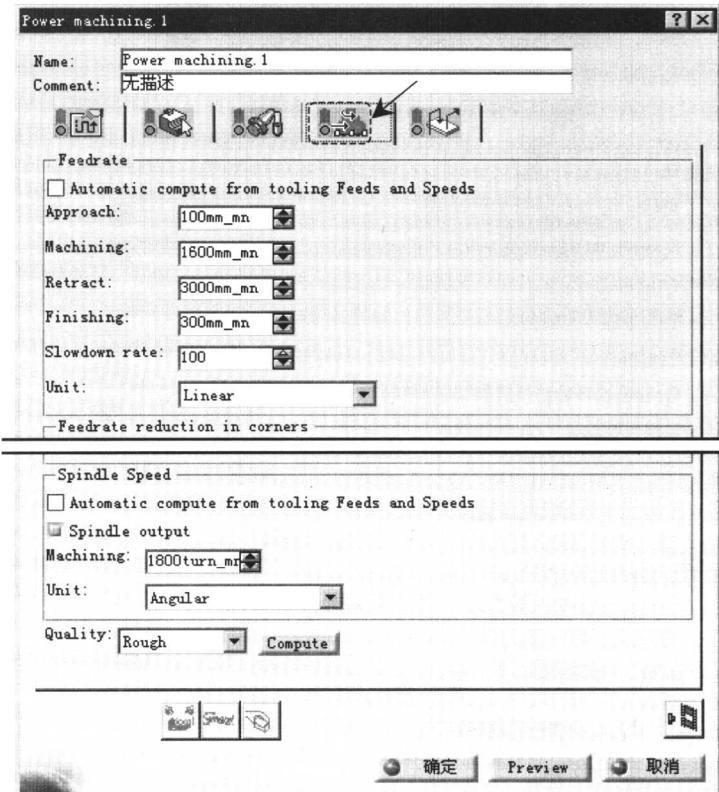

图 1.21 “进给率”选项卡
② 其他选项卡中的参数均采用默认的设置。
(1) 进入“进给率”选项卡。在“Power machining.1”对话框(一)中单击  选项卡。
(2) 设置进给率。在“Power machining.1”对话框(一)的  选项卡中设置如图 1.21 所示的参数。